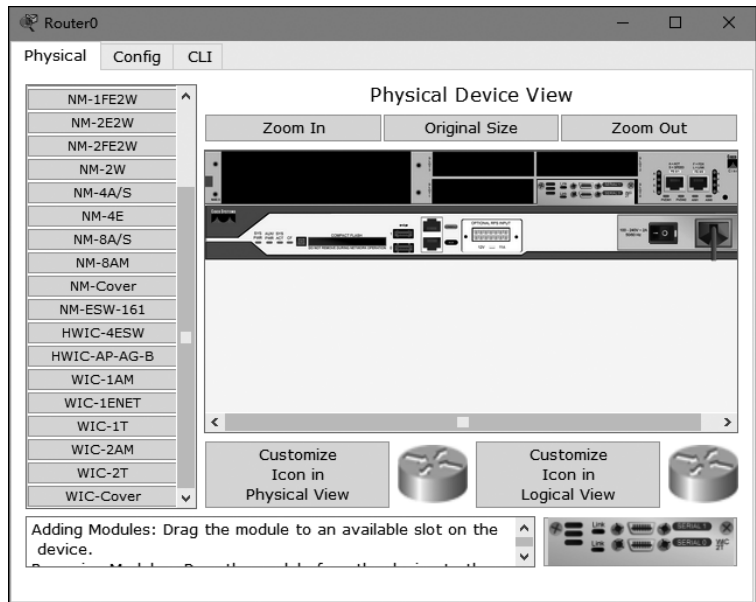

图 3.48 插入模块界面
② 关闭路由器的电源开关,使路由器处于断电状态。
③ 选择左边 Physical 窗口中的 WIC-2T 模块。WIC-2T 接口卡是一款模块接口卡,是个两端口串行广域网接口卡,支持 V.35 接口。拖动该接口卡到路由器上,插入相应的位置。单击电源开关,打开电源,结果如图 3.48 所示。